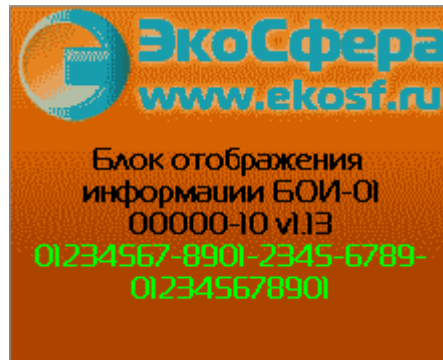

Рис.36. Системная информация БОИ-01
2.3.7.6. Получение системной информации о БОИ-01 осуществляется выбором пункта «Информация» «Системного меню». После входа в этот пункт путём нажатия на нём кнопки «ОК», на дисплей выводится информация о серийном номере БОИ-01, версии его прошивки и индивидуальный аппаратный идентификационный номер (Рис.36).